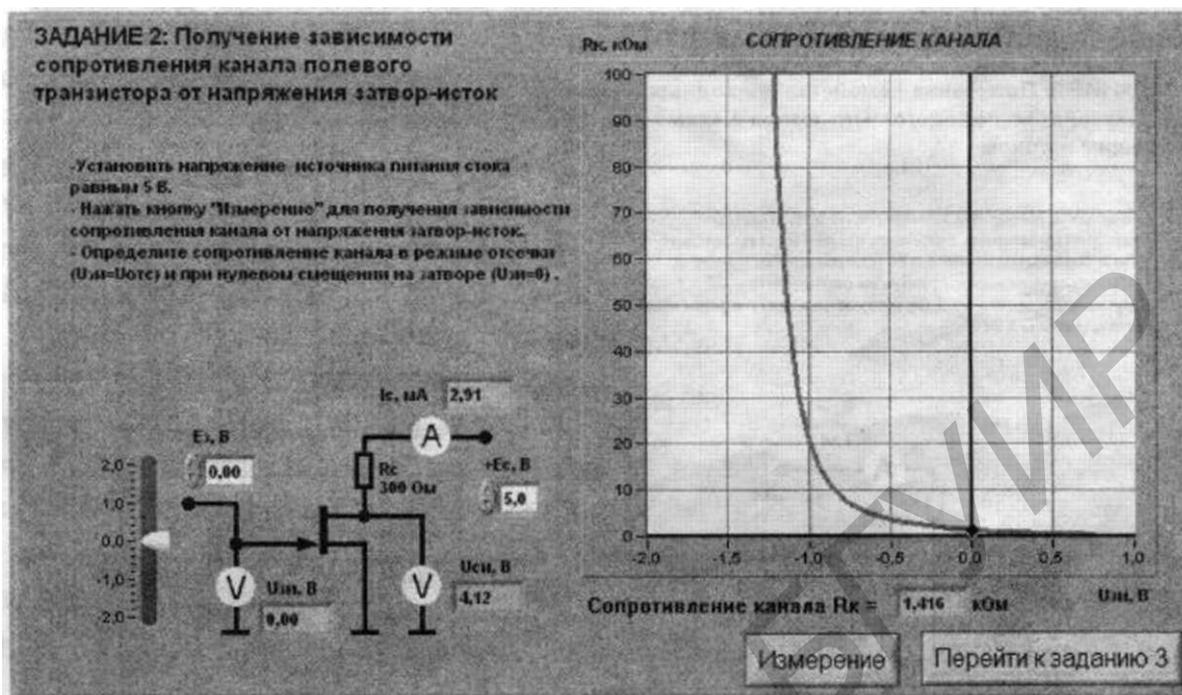

Рис. 14.4. Лицевая панель ВП лабораторной работы №14 при выполнении задания 2
7. Нажмите на передней панели ВП кнопку «Перейти к заданию 2», на экране появится лицевая панель ВП, необходимая для выполнения задания 2 (рис. 14.4).